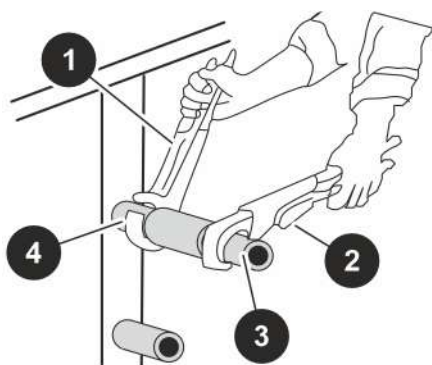

Fig. 80: Conexión de tubos
Sujete el tubo de empalme (Fig. 80/4) en las conexiones del sistema circular con unas tenazas para tubos (Fig. 80/1).
7. ➤ Conecte el tubo (Fig. 80/3) con la ayuda de unas segundas tenazas para tubos (Fig. 80/2) en el tubo de empalme (Fig. 80/4) con el sistema circular. Durante la conexión preste atención a que el tubo de empalmen no se dé la vuelta.